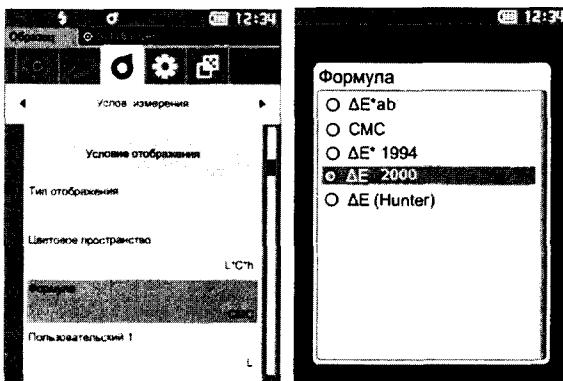

Рисунок 23
8.2.4.5 Нажмите клавишу «ESC». Выберете пункт «Формула», нажав на клавишу «Подтверждение». Выберете необходимую формулу цветового различия (рисунок 23) и подтвердите клавишей «Подтверждение».